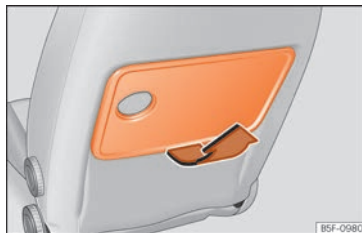

Abb. 166 Sitz vorne links: Klapptisch.
- Klappen Sie den Tisch zum Aufstellen in Pfeilrichtung »» Abb. 166 nach oben.